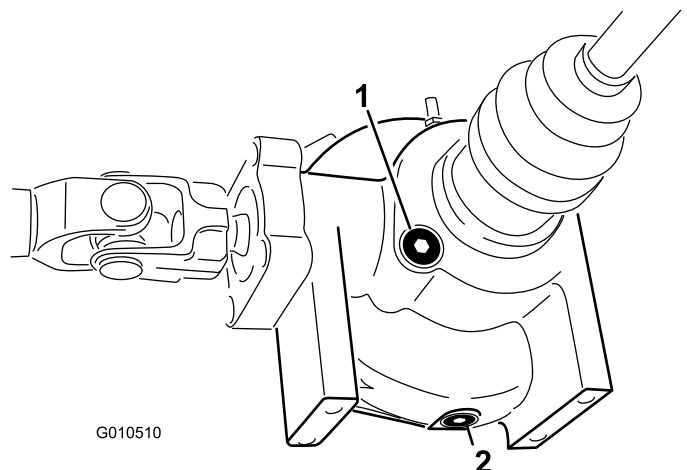

Figura 22
2. Limpie la zona alrededor del tapón de llenado/verificación en el lado del diferencial (Figura 22).